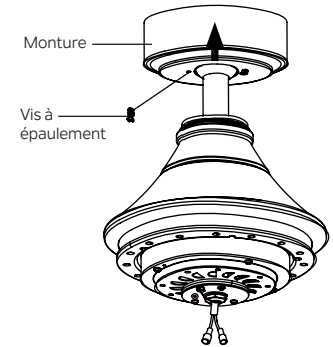

Fig. 16
Étape 2. Assemblez l'auvent en tournant la fente de la clé dans l'auvent sur la vis à épaulement dans le support de montage. Réinstallez la vis à épaulement précédemment retirée, puis serrez fermement les deux vis à épaulement. (Fig. 16)